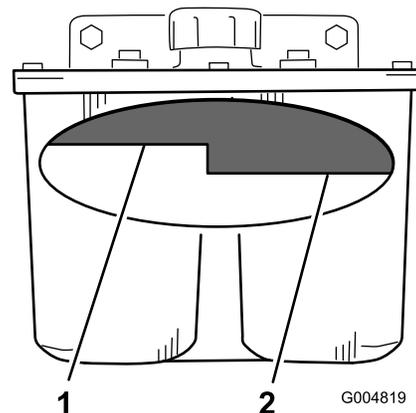

Figura 83
3. Limpie la zona alrededor del cuello de llenado del depósito hidráulico (Figura 83).
4. Retire el tapón del cuello de llenado y mire dentro para ver si hay fluido en el depósito (Figura 83).
**Nota:** El nivel de fluido debe llegar a la parte superior del nivel caliente del tabique cuando el fluido está caliente (Figura 83).